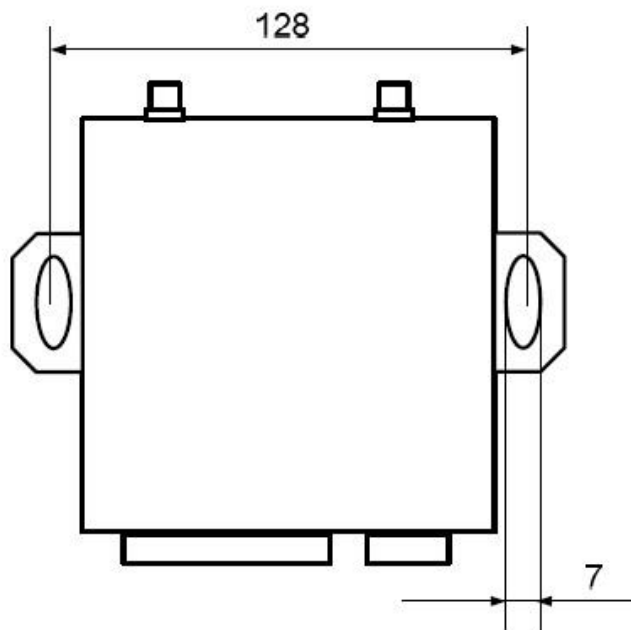

Рисунок 4.4 Установочные размеры терминала FORT-111
1. Место установки терминала должно быть выбрано, исходя из его габаритных (104x122x33 мм) и установочных (см. рисунок 4.4) размеров, а также с учетом обеспечения требуемого пространства для удобного подключения разъемов.